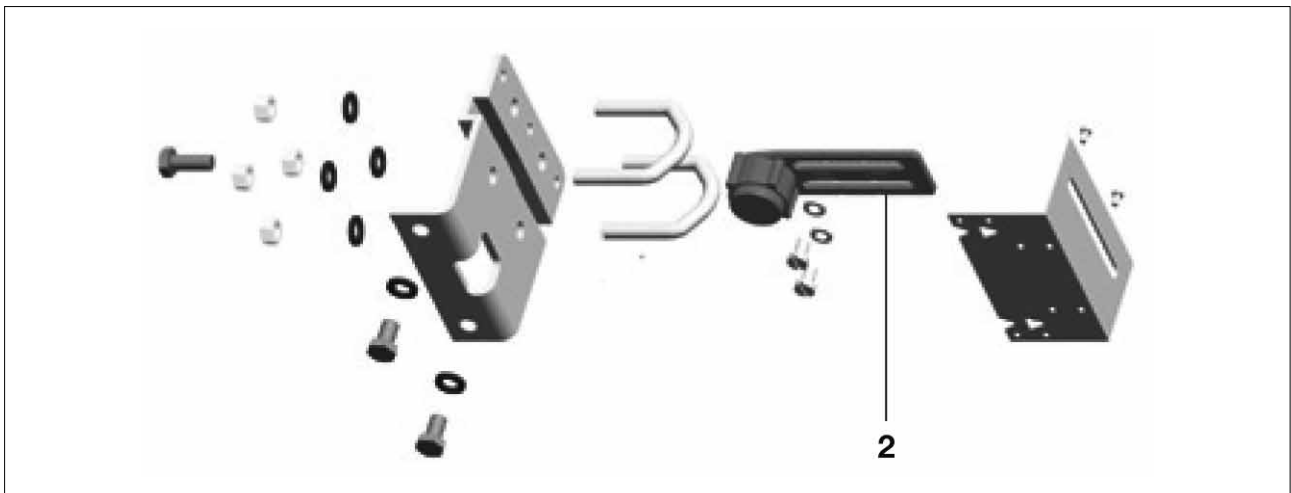

Bild 17: Montagekit für Linearantriebe mit Säule
1. Magnetbügel (2) in waagerechter Position, locker an der Kupplung anschrauben. Siehe Bild 17 und 18.